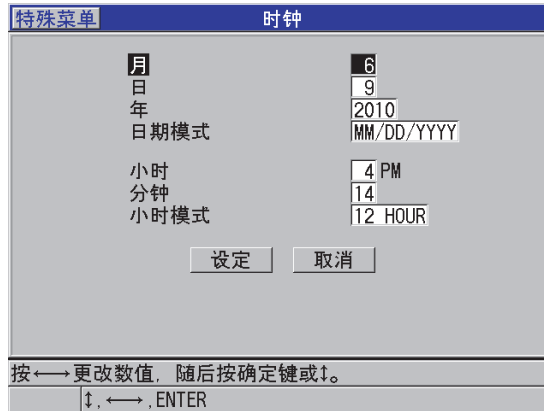

图 4-2 选择时钟参数
3. 在**时钟**屏幕上 (参见第 61 页的图 4-2):